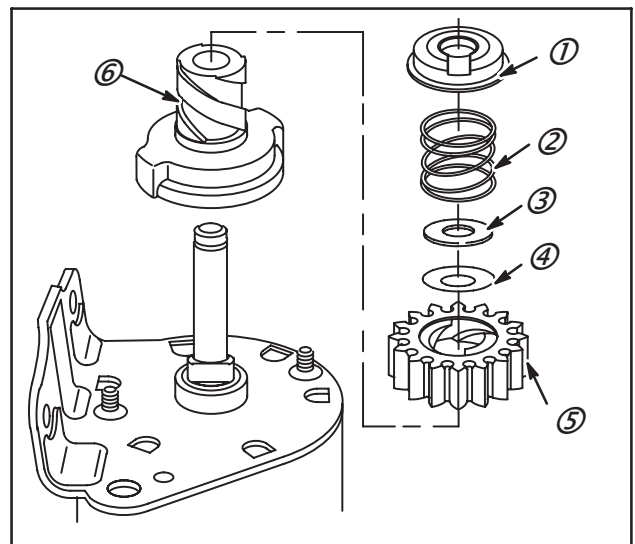

Fig. 58
2. Déposer l'arrêt (1), le ressort de rappel (2), la rondelle plate (3), la rondelle à ressort (4), le pignon (5) et l'embrayage de démarreur (6), Fig. 58.